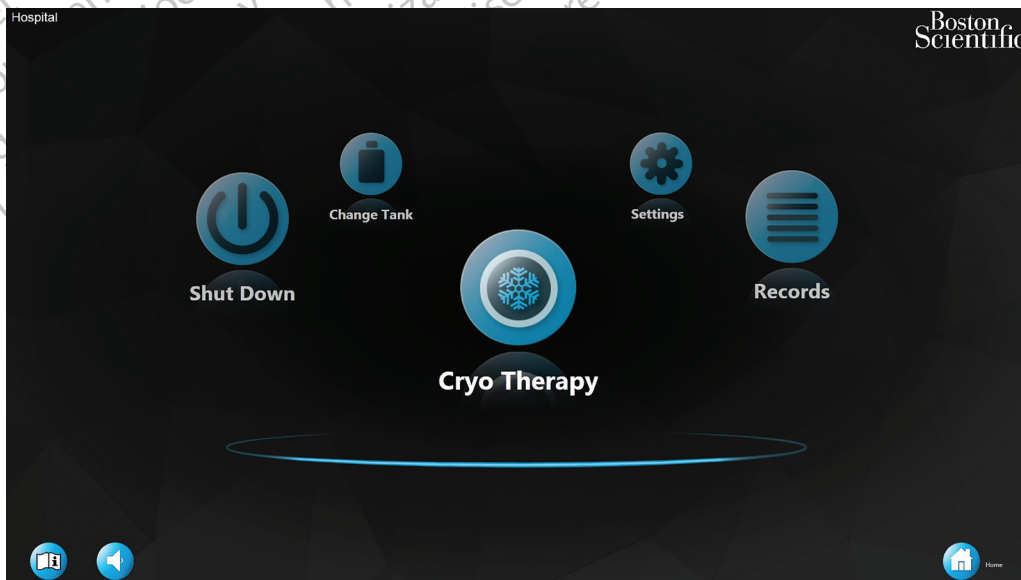

Figura 2. Pantalla de inicio
4. Se mostrará la pantalla principal una vez que la consola SMARTFREEZE haya finalizado la intervención de arranque (Figura 2).